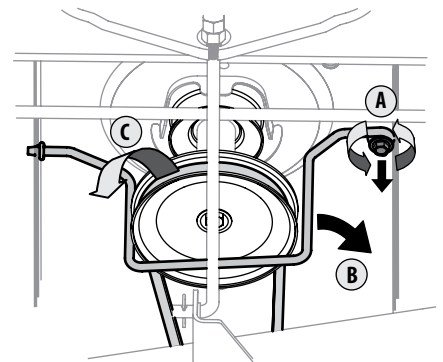

Figura 4-11
3. Retire la varilla de la guarda de la correa, alrededor de la polea del motor del tractor, sacando el tornillo autoroscante (A) que le asegura. Consulte la Figura 4-11.
- Retire la correa (C) de alrededor de la polea del motor del tractor y de las poleas locas. Consulte la Figura 4-11.